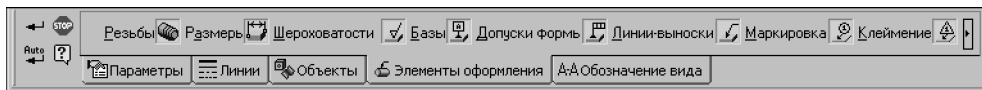

Рис. 50.7. Вкладка **Элементы оформления**
- ▼ Чтобы включить или отключить передачу в вид условных изображений резьбы, размеров и обозначений из модели, активизируйте вкладку **Элементы оформления**. Она содержит переключатели, управляющие передачей в вид элементов оформления разных типов (рис. 50.7).